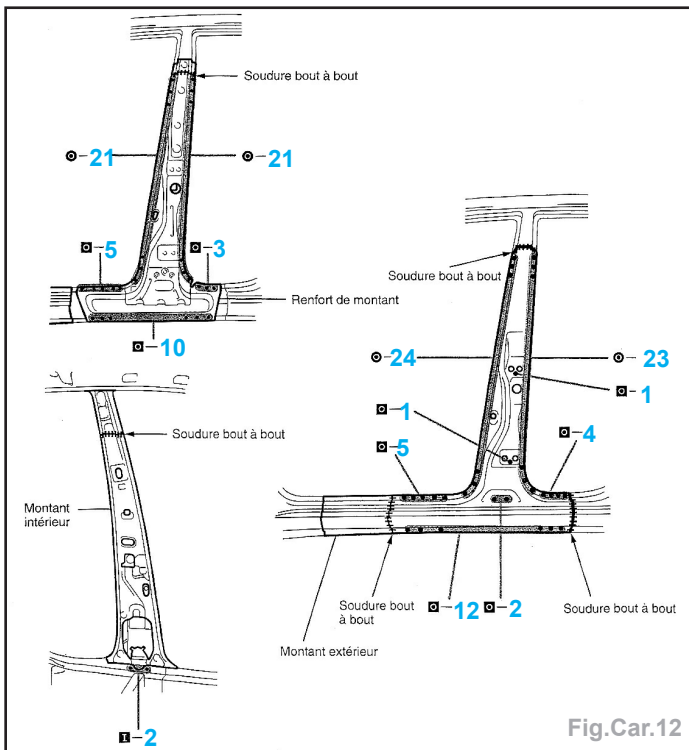

Fig.Car.12
- Poser le renfort de pied milieu et la doublure de pied milieu (Fig.Car.12).